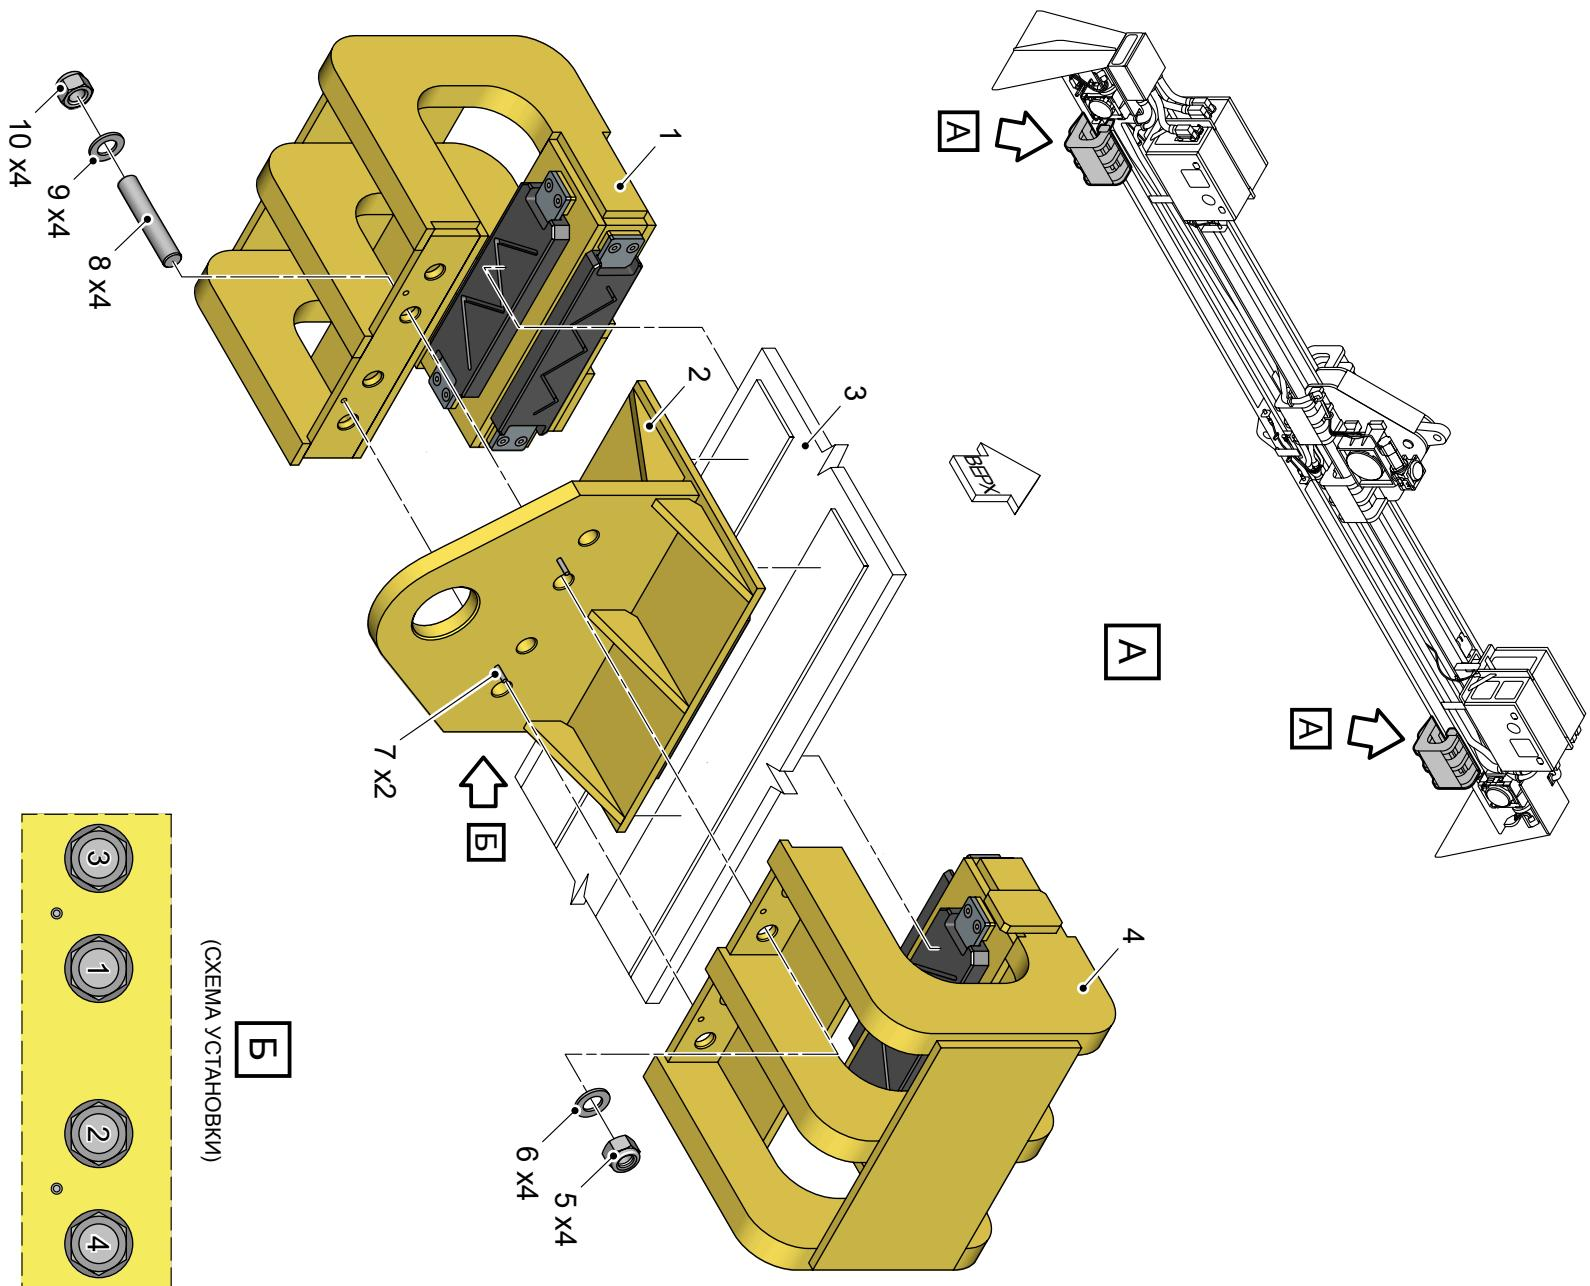

Рисунок 201 — Демонтаж и монтаж каретки
<p>3.1.1 При наличии загрязнений удалите их обтирочной ветошью. Сильные загрязнения удалите обтирочной ветошью, смоченной растворителем.</p> <p>3.1.2 При наличии повреждений замените каретки на новые.</p> <p>4 Монтаж</p> <p>4.1 Установите элементы скольжения МТПМ.20.12.00 Демонтаж и монтаж. Примечание — Процедура проводится при замене каретки на новую.</p> <p>4.2 Установите каретки (1), (4), ухо (2) на балку (3).</p> <p>4.3 Заведите каретки (1), (4) на штифты (7) уха (2).</p> <p>4.4 Протрите резьбовые части крепежных элементов обтирочной ветошью, смоченной растворителем.</p> <p>4.5 Нанесите фиксатор на резьбовую часть шпилек (8).</p> <p>4.6 Установите шпильки (8), шайбы (9), (6).</p> <p>4.7 Установите и заверните гайки (10).</p> <p>4.8 Зафиксируйте гайки (10).</p> <p>4.9 Установите и заверните гайки (5) согласно схеме установки рис. 201 с моментом затяжки 418 ± 5 Н·м.</p> <p>5 Заключительные работы</p> <p>5.1 Установите натяжитель МТПМ.А1.22.05 Демонтаж и монтаж.</p> <p>5.2 Установите натяжитель цепи МТПМ.А1.22.05 Демонтаж и монтаж.</p>